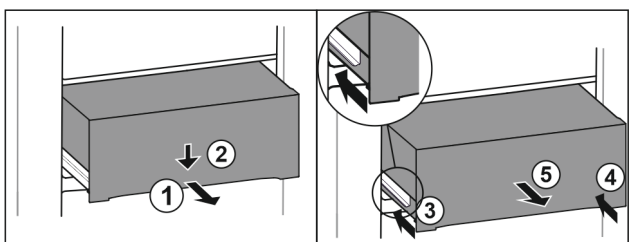

Fig. 78
- ▶ Extraiga el cajón hasta la mitad. Fig. 78 (1)
- ▶ Presionar hacia abajo el cajón de la parte delantera. Fig. 78 (2)
- ▶ Introducir el carril izquierdo unos 2 cm. Fig. 78 (3)
- ▶ Introducir el carril derecho unos 2 cm. Fig. 78 (4)
- ▶ Extraiga el cajón hacia delante. Fig. 78 (5)